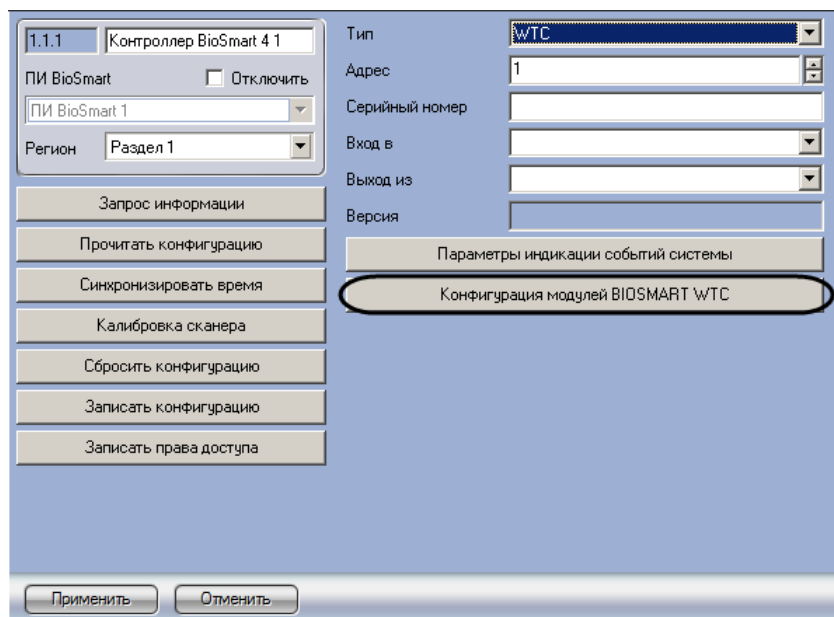

Рис. 3.5—7 Переход к конфигурации модулей контроллера WTC
1. Перейти на панель настроек объекта **Контроллер BioSmart** (Рис. 3.5—7).
2. Нажать на кнопку **Конфигурация модулей BIOSMART WTC** (см. Рис. 3.5—7).